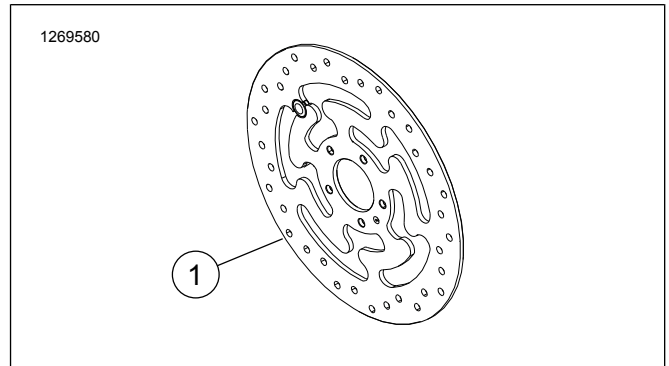

図1。フロントブレーキディスク
- ブレーキディスクスクリュー。「図1」および「表1」を参照してください。